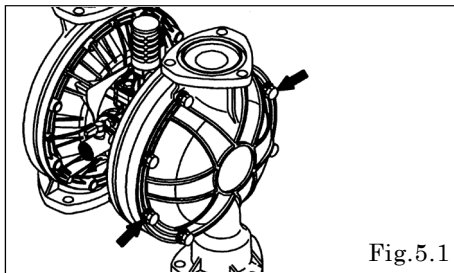

Fig.5.1
- ・アウトチャンバー取付ボルト 16 か所 (NDP-H80 は 24 か所) を外し、アウトチャンバーを取り外す。〔Fig.5.1〕